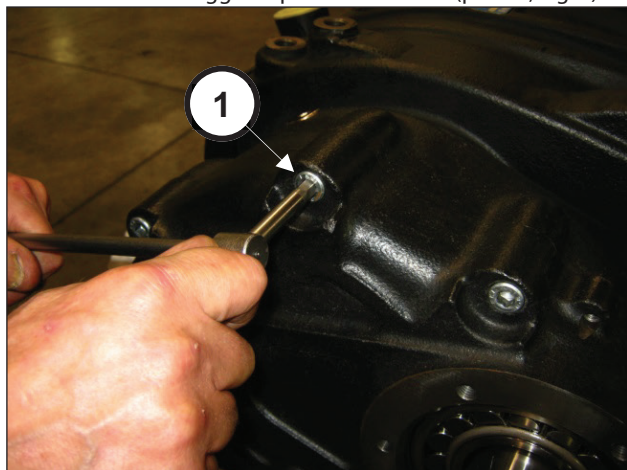

Fig. 6
Svitare le viti di fissaggio coperchio riduttore (pos. ①, Fig. 6).